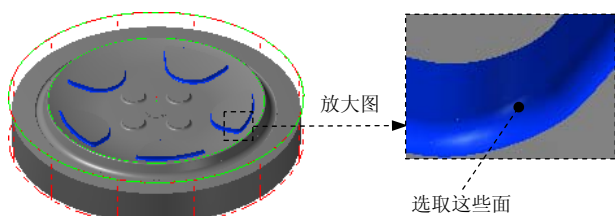

图 15.38 选取加工面
(1) 选取加工面。在图形区中选取图 15.38 所示的所有面（共 60 个面），然后按 **Enter** 键，系统弹出“刀具路径的曲面选取”对话框。